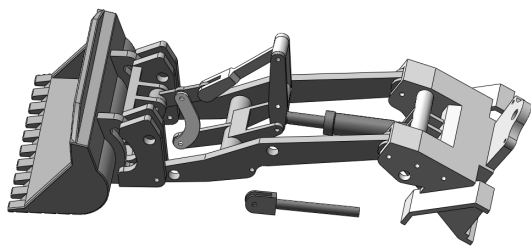

图 13-117 插入液压杆 2
18) 插入液压杆 2。选择菜单栏中的“插入”→“零部件”→“现有零件/装配体”命令,或单击“装配体”控制面板中的 (插入零部件)按钮,弹出“插入零部件”属性管理器,单击“浏览”按钮,在弹出的“打开”对话框中选择“液压杆 2”,将其插入到装配界面中,如图 13-117 所示。